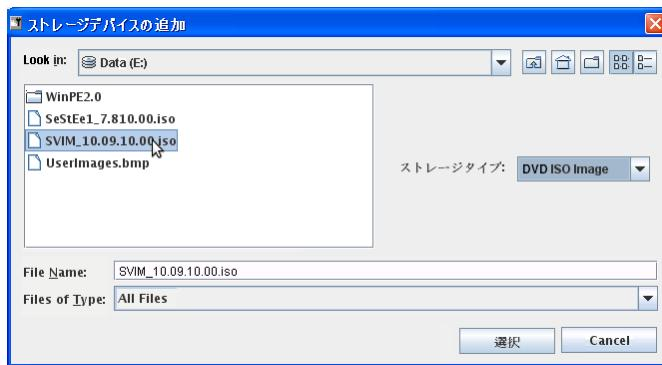
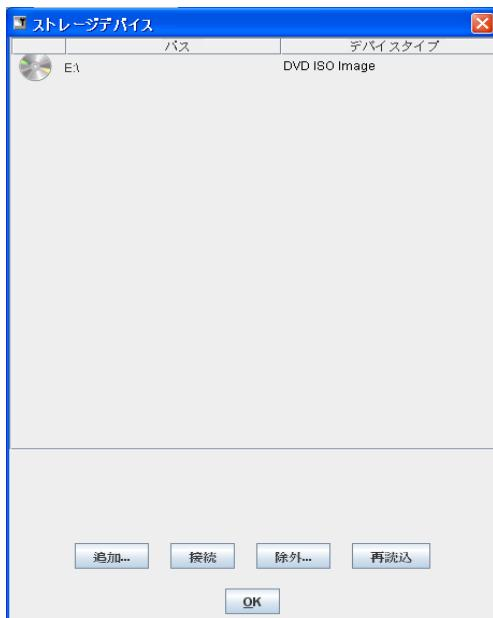

図 50: 「ストレージデバイスの追加」 ダイアログボックス：ストレージメディアの選択
図 51: ストレージデバイスダイアログボックス：追加されたストレージメディアが表示される
- ▶ 「ストレージデバイス」ダイアログボックス（図 50 および 122 ページ の図 51 参照）で、リモートストレージとして接続したいストレージメディアをクリックします。